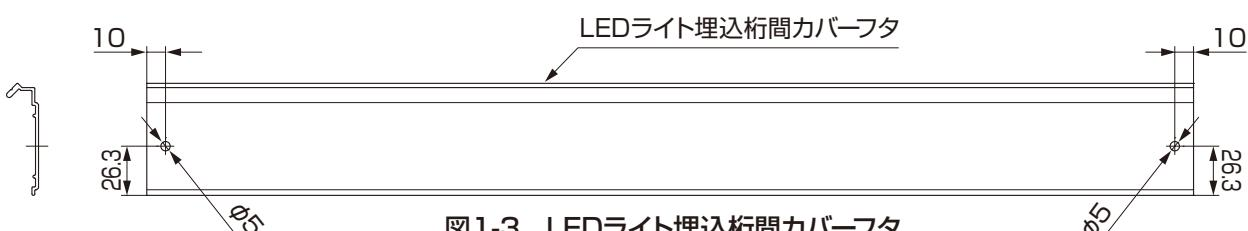

図1-3 LEDライト埋込桁間カバーフタ
- ③ LEDライト埋込桁間カバーフタの端部柱側に、桁端部キャップ取付穴をあけてください。（図1-3参照）